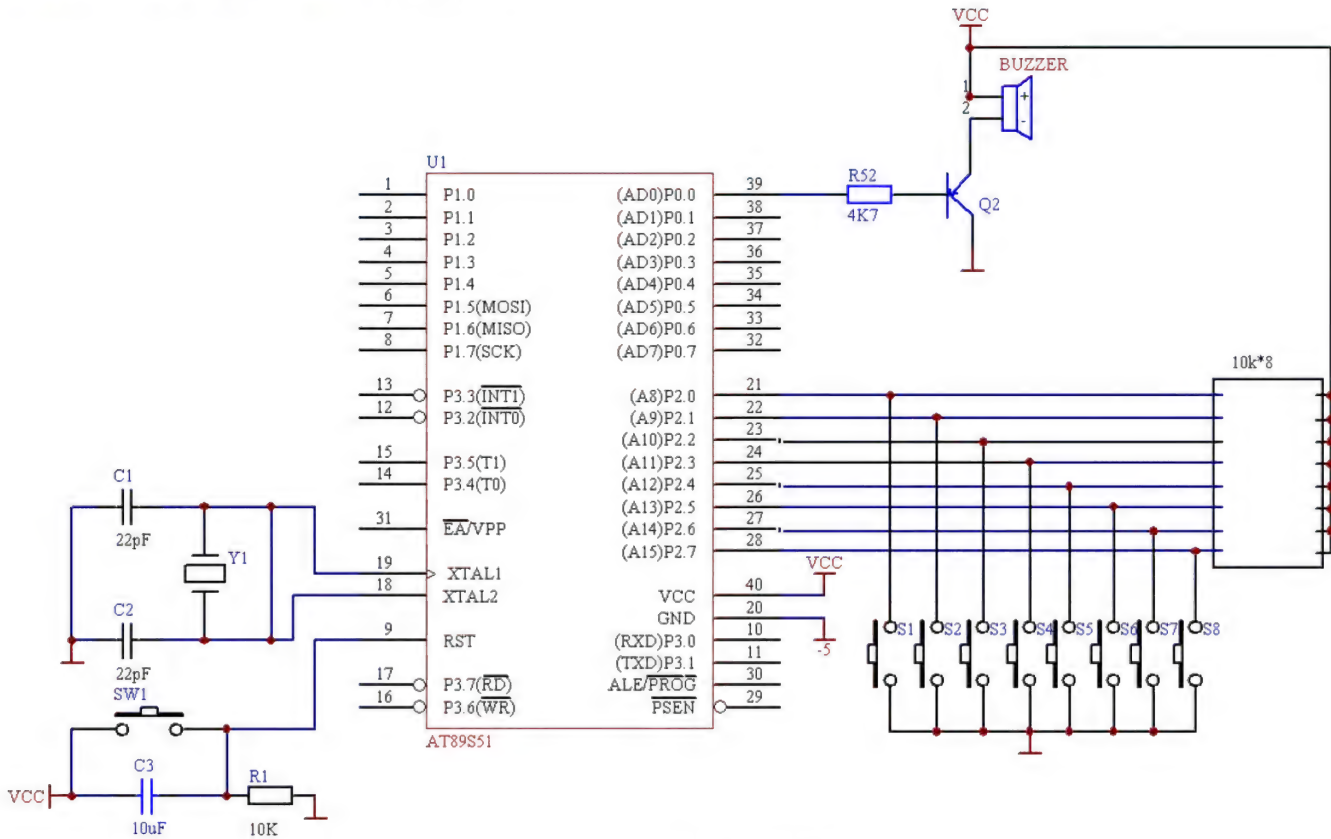

图 11.12 上机题 2 原理图
2. 图 11.12 所示为简易电子琴的原理图。当按钮开关 on 时，将可由其连接的输入口读取到低电平(即 0)。试编写一个程序，制作一个八键的电子琴，若按 S1，则发出中音 Do，若按 S2，则发出中音 Re，依此类推。可以参考表 11.1 所示的音阶按键对应表。